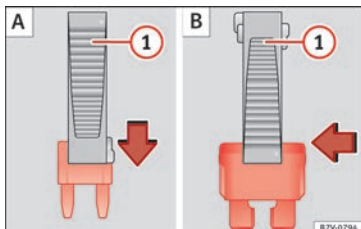

Abb. 62 Sicherung entnehmen oder einsetzen.
- *Kleine Sicherungen*: Klammer von oben aufstecken » Abb. 62 A.
- *Größere Sicherungen*: Klammer seitlich auf die Sicherung schieben » Abb. 62 B.